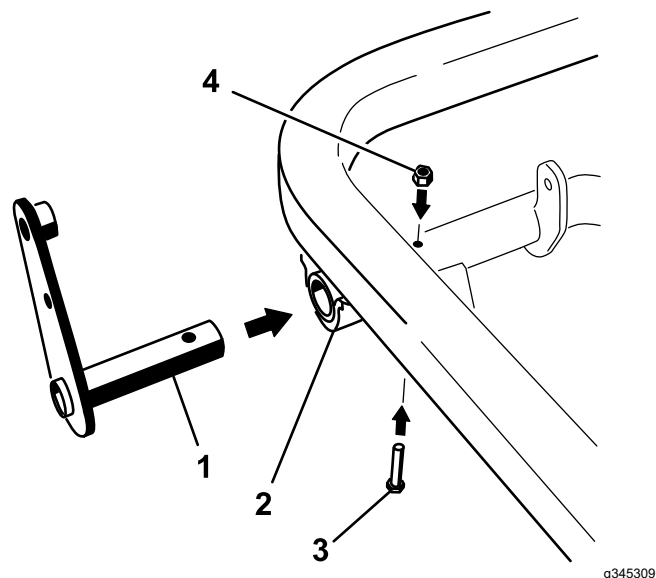

Figure 13
1. Insérez le tenon du levier dans l'extrémité gauche du tube de pivot et fixez-le en place en insérant un boulon (5/16 x 2 po) et un contre-écrou (5/16 po) dans le tube de pivot (Figure 13).
3. Serrez le boulon de pivot central (repère 4 sur Figure 13) à un couple de 20 et 25 N·m (175 et 225 po-lb).